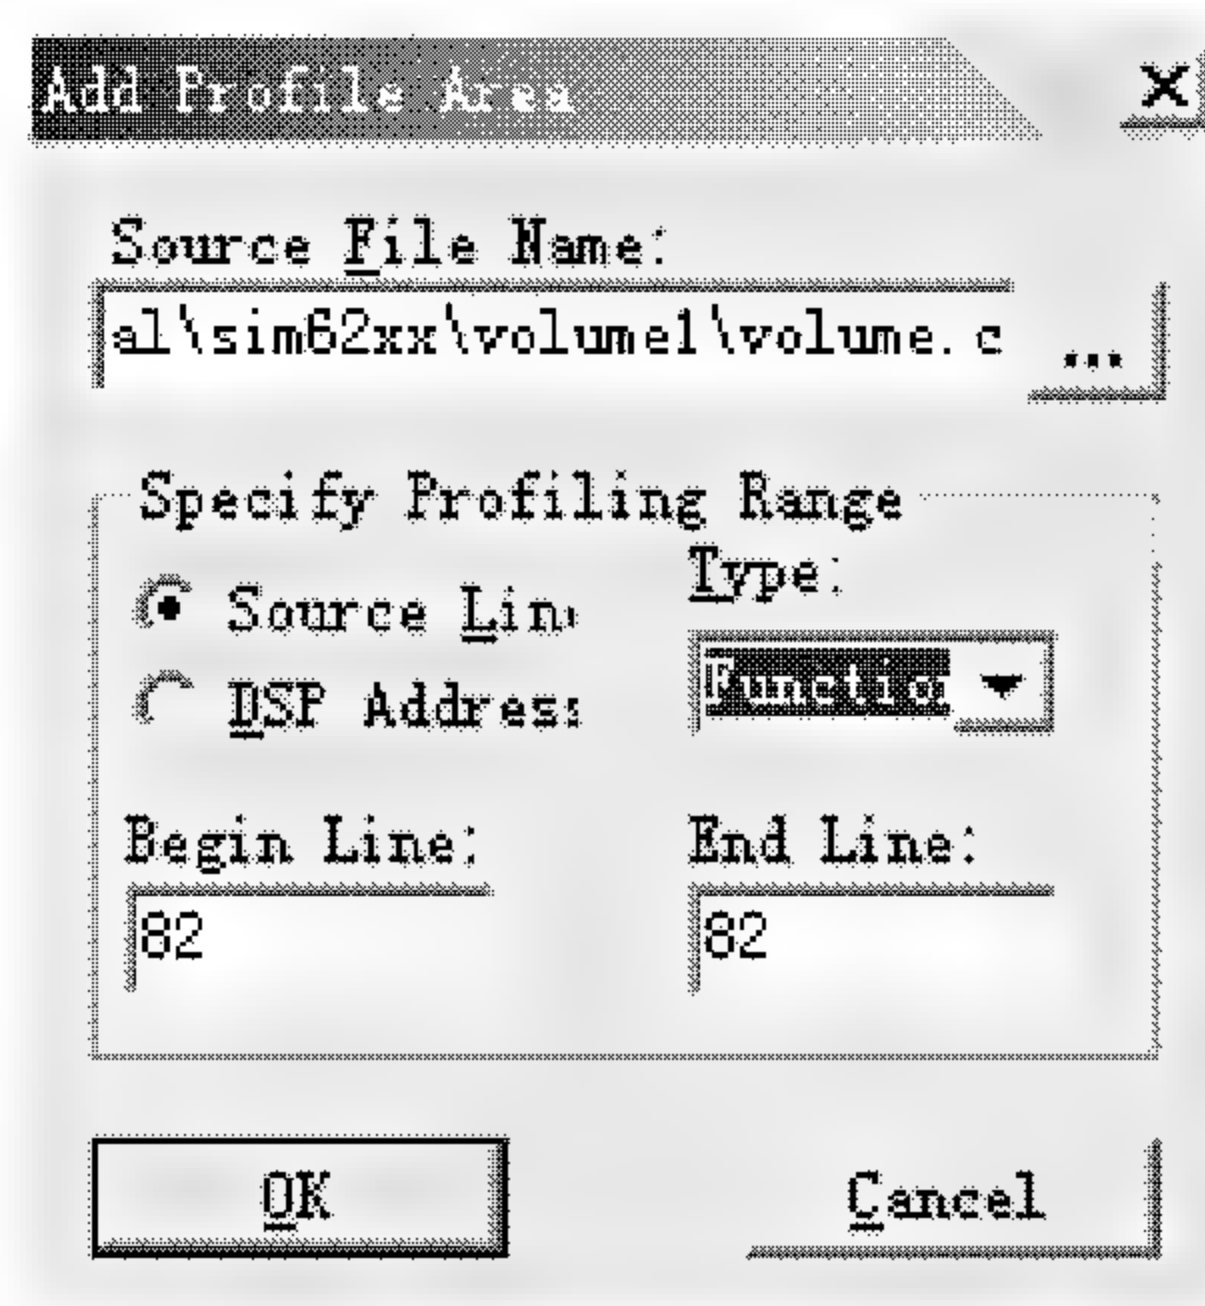

图 3.27 Add Profile Area 对话框
① 在 CCS IDE 的源代码编辑窗口中打开包含此函数体的源文件, 右击此函数体中的任一行源代码, 从弹出的菜单中选择 **Profile Function** → **in MySession Session**(*MySession* 为用户在统计开始时输入的新任务名), 就会把此函数添加到 Profile 窗中。可以在 Functions 或 Files 窗口中查看此添加的函数。
② 在 CCS IDE 的源代码编辑窗口中打开包含此函数体的源文件, 高亮选中此函数体中的任一行, 然后用鼠标把此行拖到 Functions 窗口中, 此函数就会添加到 Profile 窗中。
③ 点击 Profile 工具栏中的 Create Profile Area 图标, 打开一个 Add Profile Area 对话框, 如图 3.27 所示。在 Add Profile Area 对话框中设置如下参数:
① 在 CCS IDE 的源代码编辑窗中打开包含此代码段的源文件, 高亮选中此代码段, 然后右击, 从弹出的菜单中选择 **Profile Range** → **in MySession Session**(*MySession* 为用户在统计开始时输入的新任务名)。可以在 Ranges 窗口中看到此代码段已被添加进来了。
② 在 CCS IDE 的源代码编辑窗中打开包含此代码段的源文件或反汇编窗, 高亮选中此代码段, 然后用鼠标把此代码段直接拖进 Ranges 窗口中。
③ 点击 Profile 工具栏中的 Create Profile Area 图标, 打开 Add Profile Area 对话框, 如图 3.27 所示。在 Add Profile Area 对话框中设置如下参数: